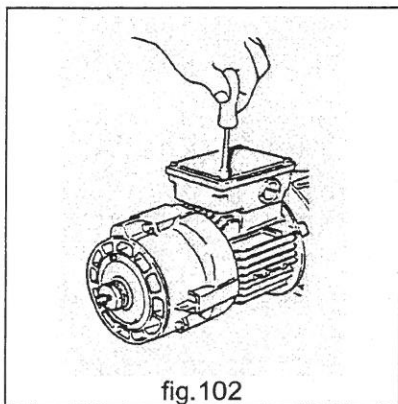

fig.102
- aprire la scatola morsettiera e staccare i conduttori di alimentazione della bobina freno (fig.102)